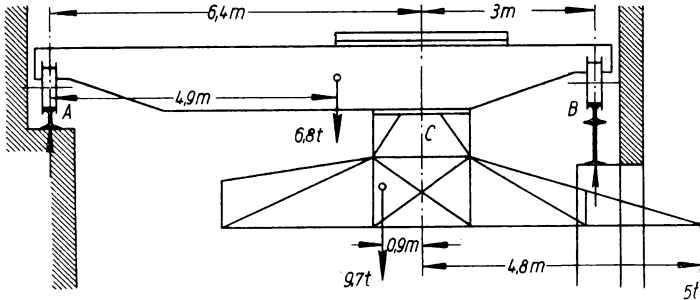

Bild 157
**291.** Ein Laufdrehkran (Bild 157) besteht aus einem fahrbaren Laufkran-gerüst von 6,8 t Eigengewicht und einem daran aufgehängten, um die Achse  $C$  schwenkbaren Drehkran von 9,7 t Eigengewicht. Letzterer trägt am Ende seines